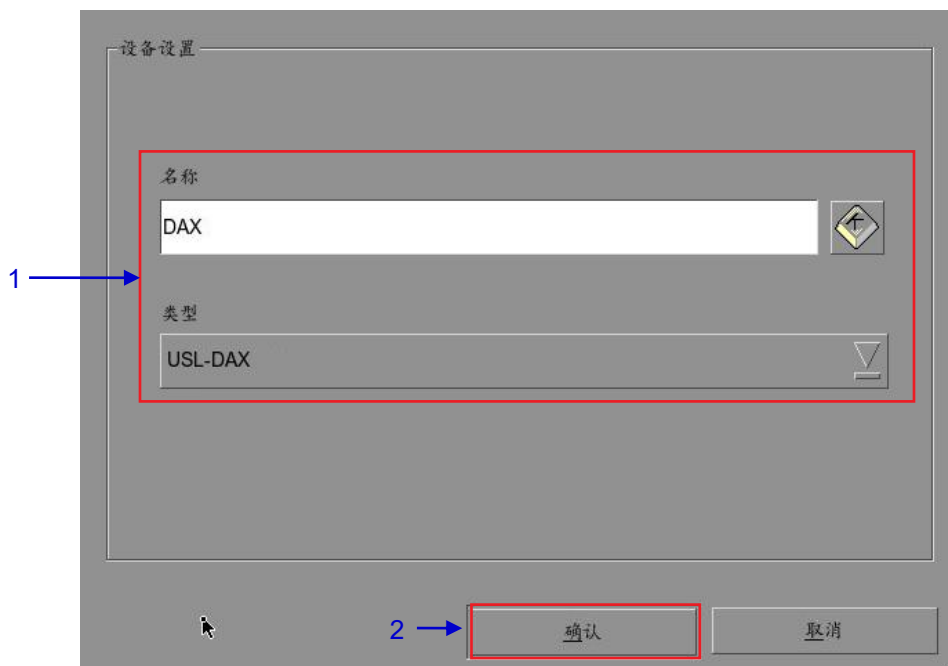

图 53 USL DAX 自动化设备设置
2. 点击[确定]，并为 USL DAX 设置设备参数。（见图 53）